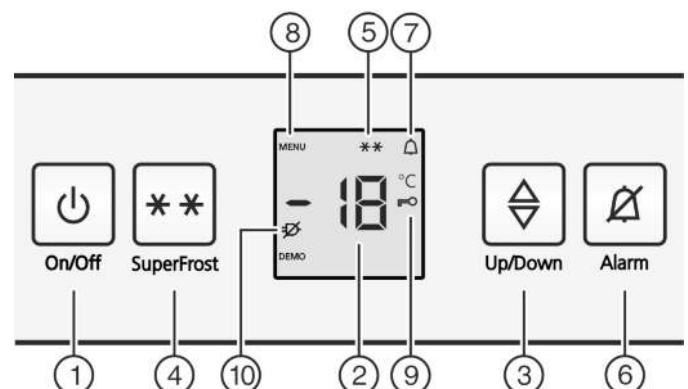

Fig. 2
- ▶ Taste On/Off Fig. 2 (1) drücken.
- ▶ Einstellmodus aktivieren: Taste SuperFrost Fig. 2 (4) ca. 5 Sekunden drücken.
- ▷ In der Anzeige wird das Symbol Menu Fig. 2 (8) angezeigt.
- ▶ Mit der Taste SuperFrost Fig. 2 (4) kurz bestätigen.
- ▷ Das Symbol Kindersicherung Fig. 2 (9) leuchtet in der Anzeige.
- ▶ Die Taste On/Off Fig. 2 (1) kurz drücken.
- ▷ Das Symbol Kindersicherung Fig. 2 (9) erlischt.
- ▶ Taste Alarm Fig. 2 (6) drücken.
Gleichzeitig blinkt die Temperaturanzeige und das Symbol Alarm Fig. 2 (7).
Der Tonwarner verstummt automatisch, das Symbol Alarm Fig. 2 (7) geht aus und die Temperaturanzeige hört auf zu blinken, wenn die Temperatur wieder ausreichend kalt ist.